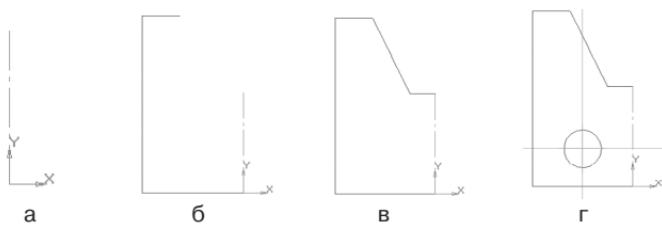

Рис. 106. Построение имеющейся половинки изображения
- постройте вертикальный отрезок длиной 40 мм ($70 - 30 = 40$) тип линии **Основная** с помощью команды – **Отрезок** (рис. 106, а);
детали 80 мм), 70 мм, 15 мм ($40 - 25 = 15$), построение половины детали) – рис. 106, б;
- отключите ортогональное черчение и постройте отрезок под наклоном. Сработает глобальная привязка **Ближайшая точка** (рис. 106, в);
- на пересечении прямых линий постройте окружность радиусом 7,5 мм ($\varnothing = 15$) – рис. 106, г;